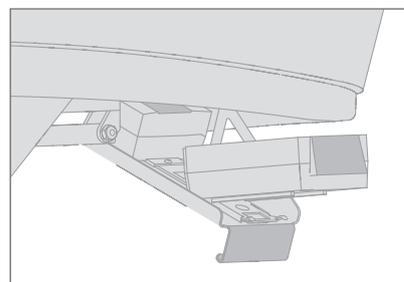

Abbildung 12. Einschieben/Entnehmen des Akkus ins/aus dem Batteriefach
2. Pressen Sie den Akku-Entriegelungshebel, um den Akku aus der Befestigungshalterung zu lösen, und heben Sie ihn heraus. Der Akku löst sich vom Steuerkasten (siehe Abbildung 12).